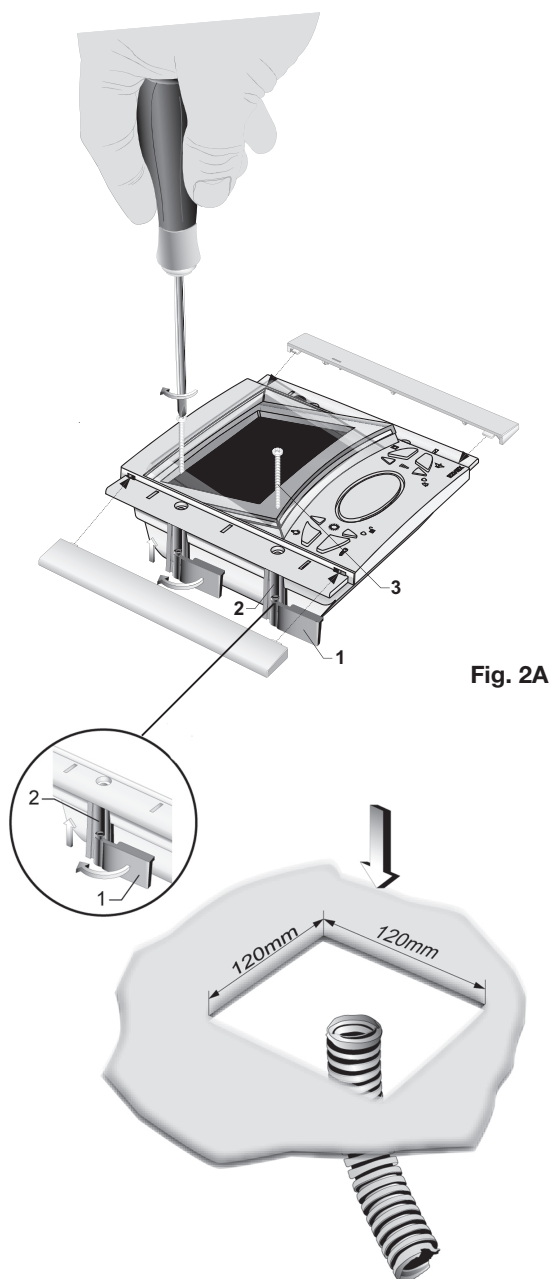

Fig. 2A
- Fixar os suportes ao videotelefone como indica a figura, tendo os cursores alinhados aos lados do videotelefone (part. 1, Fig. 2A).
- Parafusando, os cursores devem-se alinhar ortogonalmente ao videotelefone (ver part. 1, Fig. 2A).